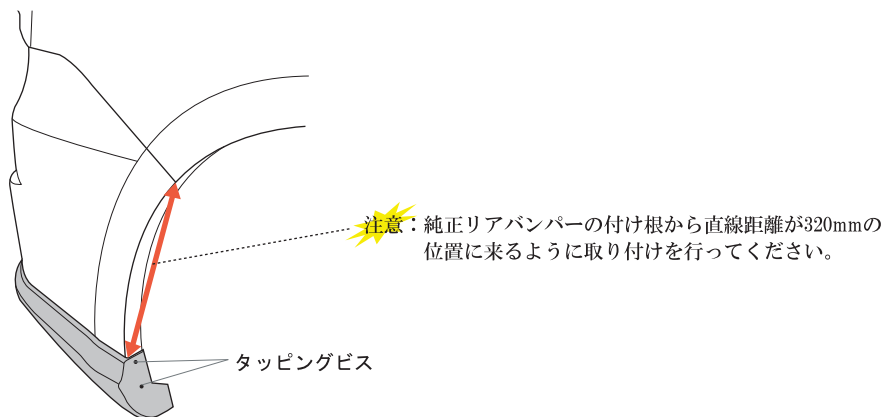

図2
4. 下部を留めた後、図2、及び注意を参考にリアハーフスポイラーサイド部を付属のタッピングで固定してください。サイド部を下から上に押し上げるように取り付けを行ってください。